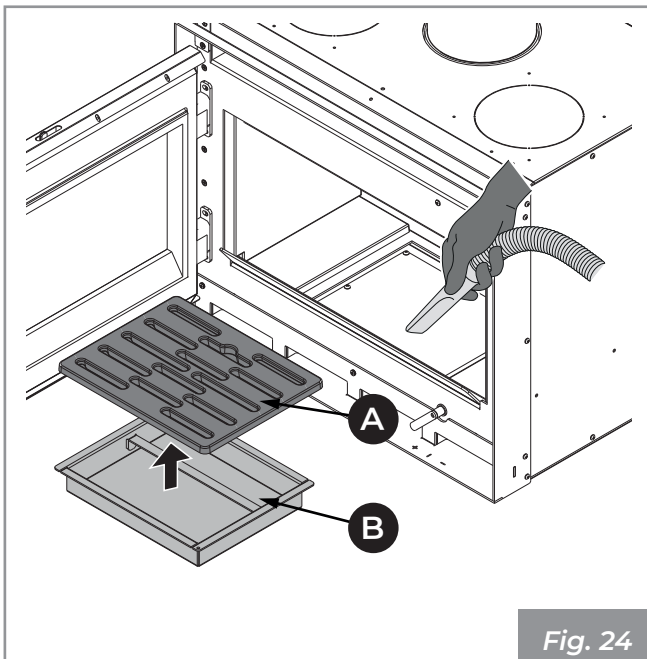

Fig. 24
- 1) Nettoyer soigneusement la grille (A) (Fig. 24). La retirer et effectuer le nettoyage du foyer en utilisant une balayette (non fourni) en faisant convoyer les résidus de la combustion dans le tiroir des cendres.